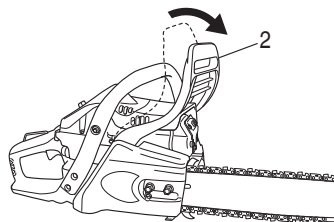

Fig. 12
1. Empuje la protección frontal (2) para activar el freno de cadena. (Fig. 12)